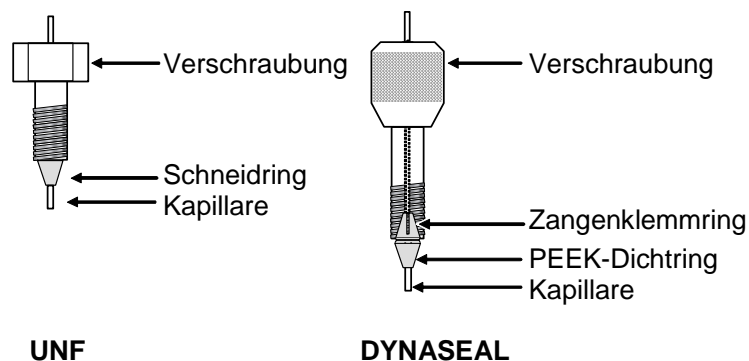

Abb. 7 Prinzip der UNF- und DYNASEAL-Verschraubungen
Die Abb. 7 zeigt das Prinzip der UNF- und der Dynaseal-Verschraubungen.
2. Stecken Sie die Verschraubung, den Zangenschneidring und den Dichtring auf die Kapillare. Achten Sie auf Reihenfolge und Ausrichtung der Fittings, siehe Abb. 7.
2. Stecken Sie die Verschraubung und den Schneidring auf die Kapillare. Achten Sie auf Reihenfolge und Ausrichtung der Fittings, siehe Abb. 7.
4. Ziehen Sie, bei leichtem Druck auf die Kapillare, die Verschraubung mit dem Schneidring zunächst handfest an, siehe Abb. 7.